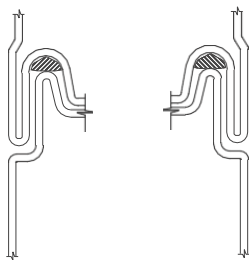

Рис. 21
- установить следующую панель таким образом, чтобы паз верхней панели закрывал шип нижней панели согласно Рис. 21